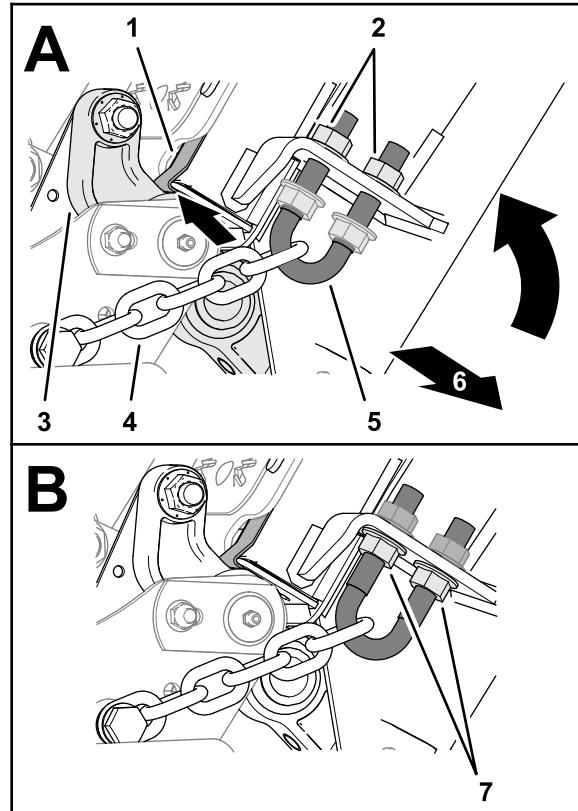

Bild 37
1. Ziehen Sie an der Vorderseite des Mähwerks die außenliegenden gezahnten Bundmuttern fest, bis die Ketten gespannt sind (Bild 37).
2. Setzen Sie die innenliegenden gezahnten Bundmuttern (Bild 37) ein und ziehen Sie sie auf ein Drehmoment von 103 bis 127 N·m an.